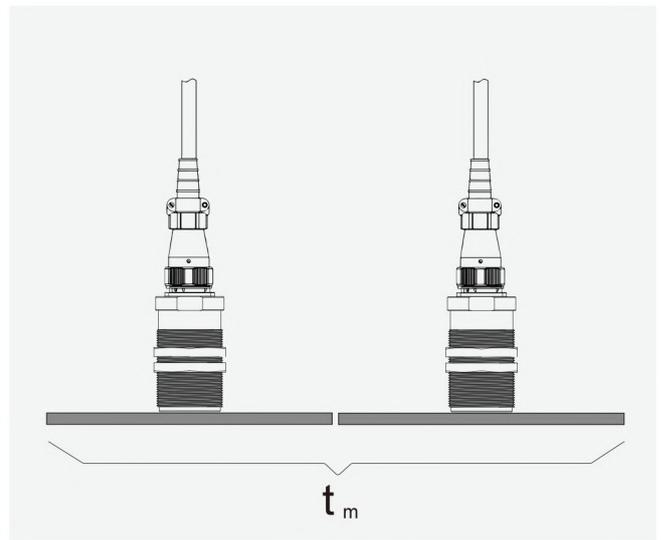

图 2-14：两个传感器测量时间示意图
**两个传感器测量时间：**指同时启用双传感器时，从主机收到测量信号起，至主机输出测量结果的时间间隔（如图 2-14）。